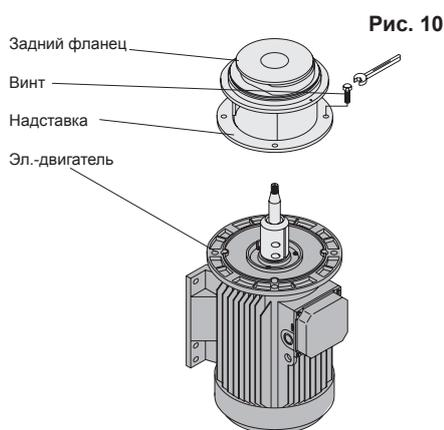

Рис. 10
5. Снять кожух эл.-двигателя и, по возможности, поставить насос на торцевую крышку двигателя. См. рис. 10.
6. Отвернуть четыре болта между двигателем и надставкой и снять их. См. рис. 10.
7. Поднять торцевую крышку, надставку и распорный фланец (при наличии), прикрепленные друг к другу, вверх с вала. См. рис. 10.